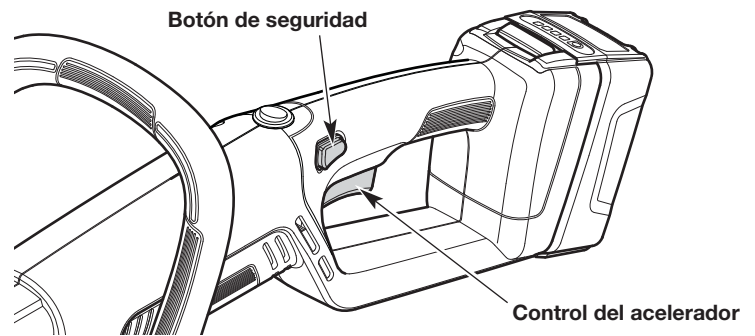

Fig. 9
2. Oprima y mantenga apretado el botón de seguridad (Fig. 9).
3. Mientras mantiene oprimido el botón de seguridad, apriete y mantenga el control del acelerador (Fig. 9).
1. Libere el control del acelerador y espere hasta que todas las piezas móviles se hayan detenido por completo (Fig. 9).